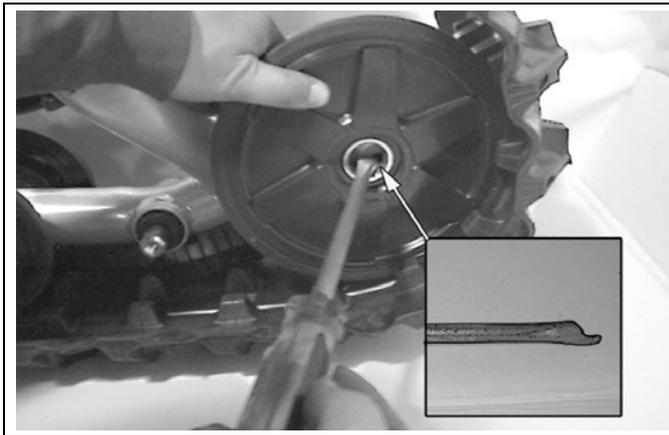

Figure 24
- Si on travaille ensuite sur le système de traction arrière, réinstaller les roues de 134-mm. (Voir la Figure 24).